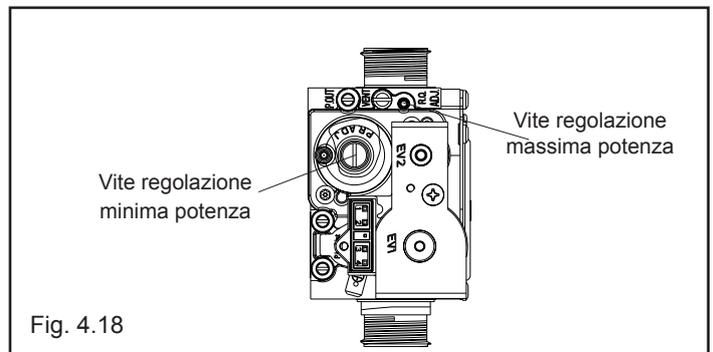

Fig. 4.18
- Verificare il valore di CO2: (tabella 5) se il valore non risultasse conforme a quanto riportato in tabella agire sulla vite di regolazione del max della valvola gas (fig. 4.18)
- Verificare il valore di CO2: (tabella 6) se il valore non risultasse conforme a quanto riportato in tabella agire sulla vite di regolazione del min della valvola gas (fig. 4.18)